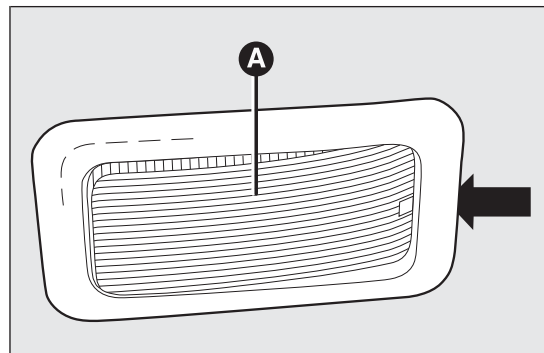

fig. 120
- à l'aide du tournevis fourni, extraire le plafonnier A fig. 120 en agissant sur le point indiqué par la flèche ;